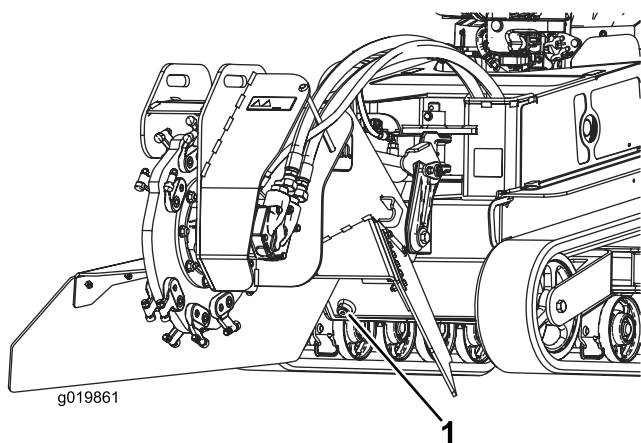

Figura 61
8. Retire el tapón de vaciado del depósito hidráulico y deje que se drene el aceite en el recipiente (Figura 61).